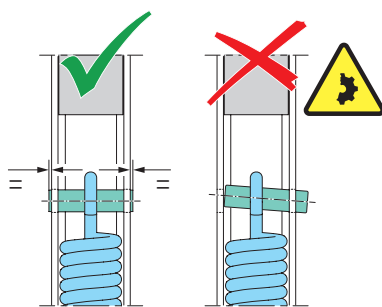
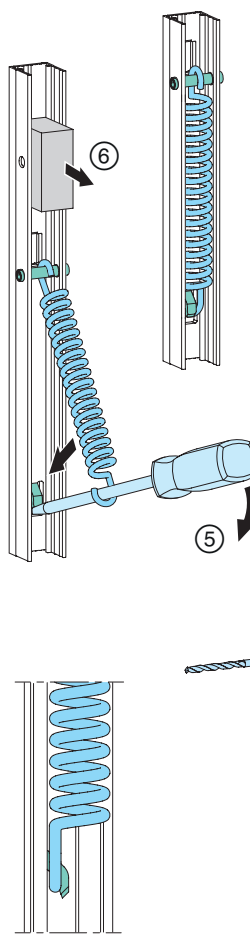

Abb. 17
Abb. 18
- ④ Schraubenzugfeder mit Spannstift an Getriebebestulp befestigen; **Abb. 17.** und
- ⑤ mittels Schlitz-Schraubendreher über die Kopplungsnase der Riegelstange ziehen.
- ⑥ Distanzklotz entnehmen; **Abb. 18.**